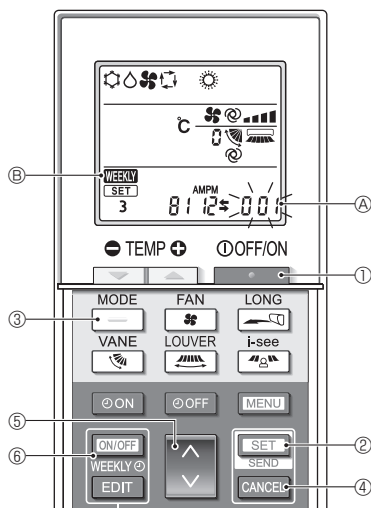

Fig. 5-12
#### 5.10.8. Désactivation du mode AUTO (Fig. 5-12)
- Appuyez sur la touche **STOP** ① pour arrêter le climatiseur.
- Si la minuterie hebdomadaire est activée, appuyez sur la touche **ON/OFF WEEKLY** ⑥ pour la désactiver. (**WEEKLY** ⑥ disparaît.)
- Appuyez sur la touche **SET** ② pendant 5 secondes.
- L'appareil passe en mode de réglage des fonctions. (Le numéro de réglage du modèle ① clignote.)
- Appuyez sur la touche **DOWN** ⑤.
- Achèvement des réglages (Fig. 5-12)